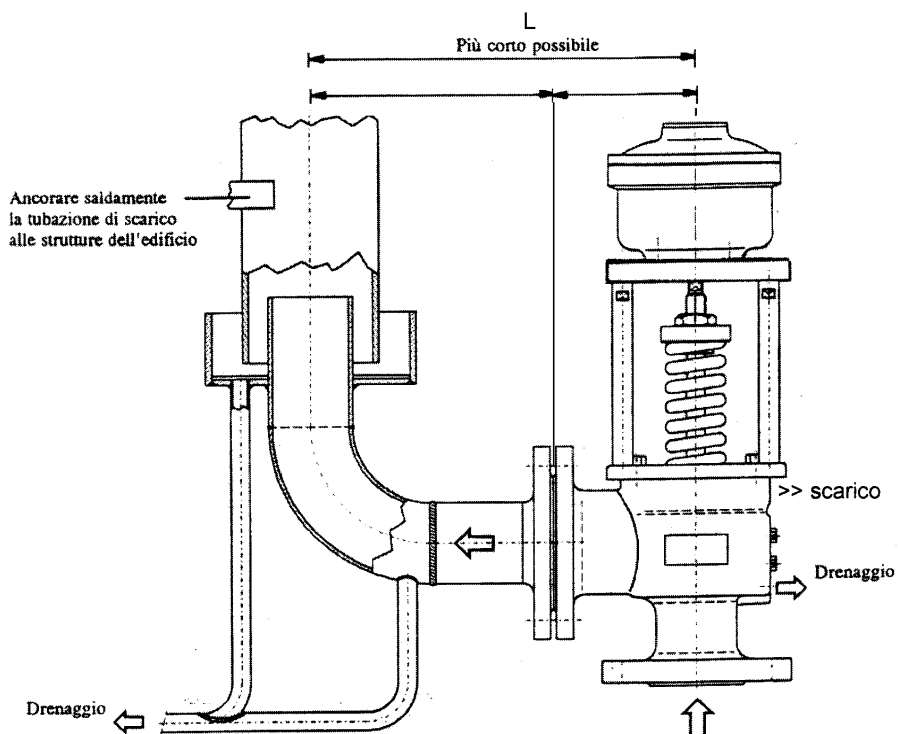

Fig.3
Esempio di ancoraggio delle tubazioni di scarico (Fig.3)
Poiché questa valvola è in aggiunta alla valvola di sicurezza richiesta dalle norme, è possibile (e lo si deve fare) installare a monte di essa una valvola di intercettazione pos.10 (fig. 3), che permette di escludere la valvola quando si fa la prova idraulica dell'impianto e quando si vuole fare interventi di manutenzione sulla valvola di sfioro ad impianto funzionante.